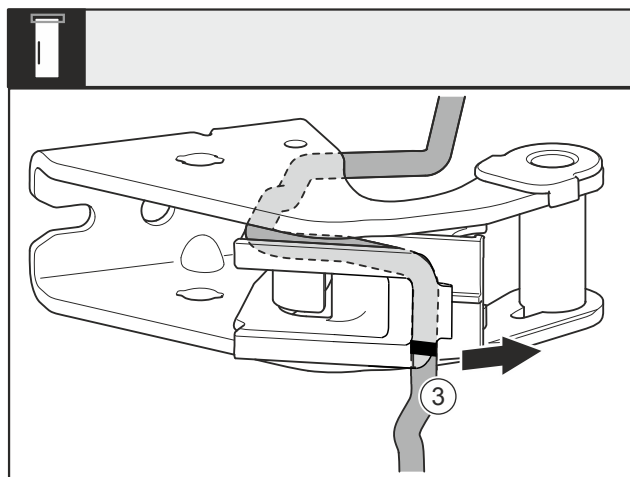

Fig. 31
- ▶ Demontirajte kabel s držačem kabela Fig. 31 (3) s ležajnog postolja.